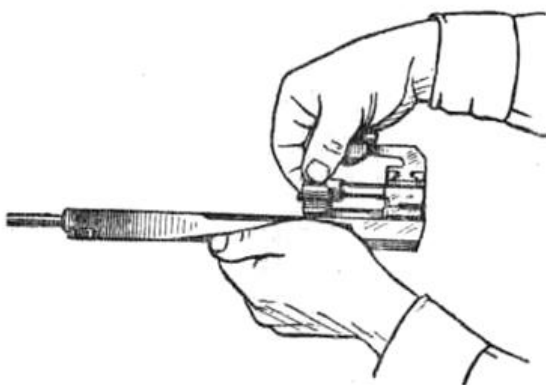

Рис. 92 Отделение затвора от затворной рамы
7) Отделить затвор от затворной рамы. Взять затворную раму в левую руку затвором кверху; правой рукой (рис. 92) отвести затвор назад и повернуть его вправо так, чтобы его ведущий выступ вышел из фигурного выреза затворной рамы; после этого продвинуть затвор вперед и, поворачивая вправо, отделить от затворной рамы.